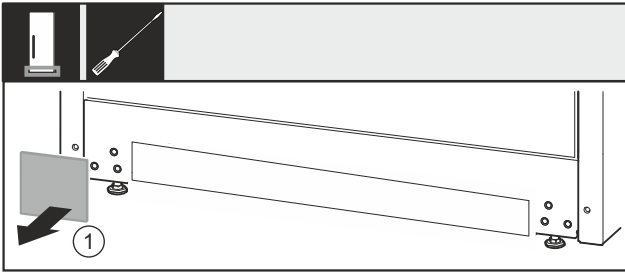

Fig. 37
- ▶ Afdekking Fig. 37 (1) wegnemen.